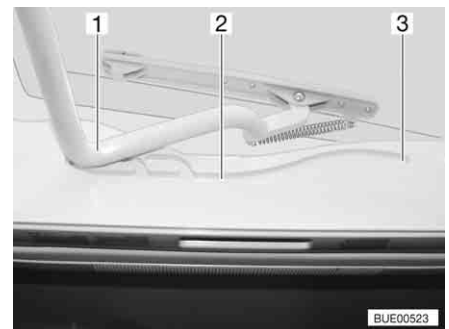

Bild 87 Heki-Dachhaube, Führung
- Den Bügel (Bild 87,1) in den Führungen (Bild 87,2) bis in die hinterste Position (Bild 87,3) ziehen.
- Den Bügel (Bild 87,1) mit beiden Händen leicht nach oben drücken.
- Den Bügel in den Führungen (Bild 87,2) bis zur gewünschten Stellung ziehen.